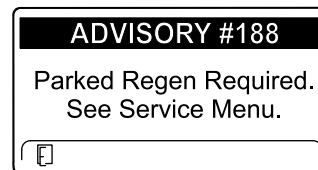

Figura 45
- É necessária regeneração em estacionamento AVISO N.º 188 (Figura 45)